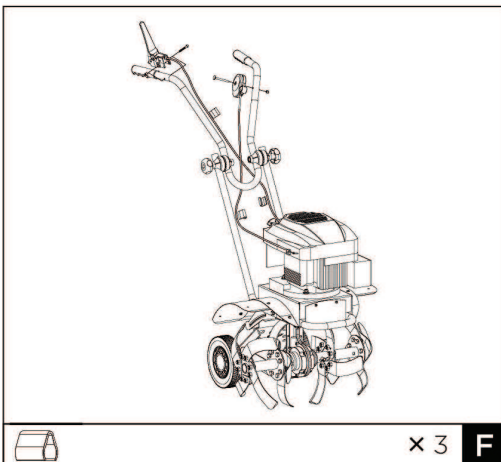

рис. 10
6.7 Дроссельная заслонка и сцепление. (рис. 10)